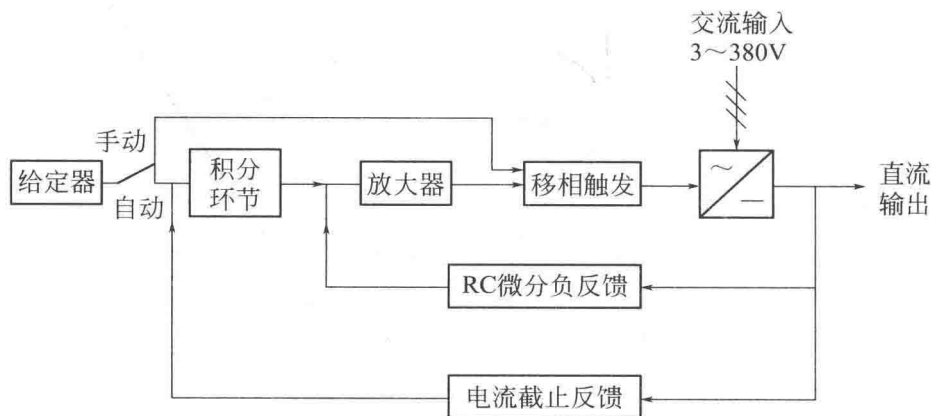

图 1-3 整流装置构成框图
③ 对于某一具体的电气装置，其电气概略图也可采用框形符号。这种用框形符号绘制的图又称为框图。如图 1-3 所示整流装置构成框图。